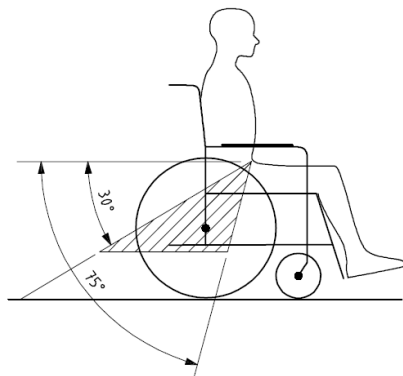

Figura 28
- Si consiglia di utilizzare la cintura di sicurezza pelvica lungo la parte frontale della zona pelvica, in modo che l'angolo della cintura sia compreso tra 30° e 75° rispetto all'orizzontale, come indicato in Figura 28; un angolo maggiore, sempre nel range previsto, è preferibile.